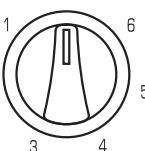

рис.4
■ На рисунке панели управления (рис.4) присутствуют элементы комфорта, которые могут присутствовать на панелях различных моделей плит. Для Вашей плиты перечень элементов комфорта указан в таблице комфорта моделей плит на обложке настоящего руководства.
- Установка рабочей температуры в жарочном шкафу обеспечивается терморегулятором, который задает необходимую температуру (рис.4). Значения температур указаны на панели управления и являются ориентировочными, могут колебаться в пределах $\pm 15^{\circ}\text{C}$.